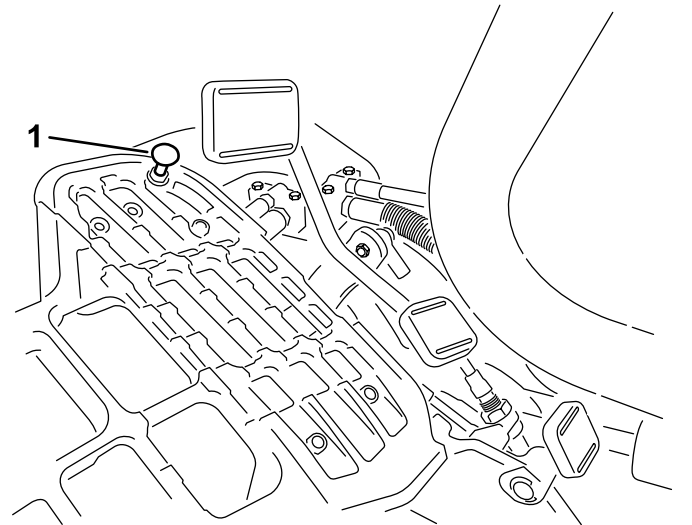

Bild 39
Stellen Sie den Funktionsschalthebel in die TRANSPORT-Stellung und treten Sie auf das Fahrpedal, um die maximale Transportgeschwindigkeit zu erreichen. Wenn das Pedal den Anschlag erreicht (Bild 39), bevor das Kabel gespannt ist, führen Sie folgende Einstellungsschritte aus:
1. Stellen Sie den Funktionsschalthebel in die TRANSPORT-Stellung lösen Sie die Sicherungsmutter, mit der der Pedalanschlag an der Bodenplatte befestigt ist (Bild 39).